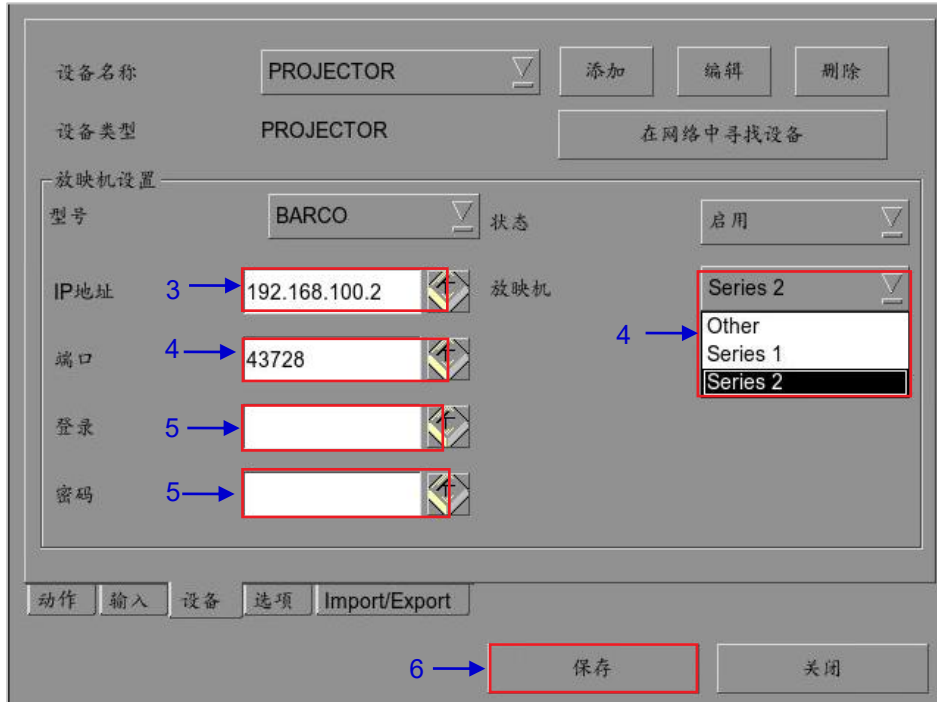

图 42 放映机设备的自动化设置
1. 点击[设备]上的[添加]按钮，输入设备名称。在本例中，名称为[放映机]。将设备类型设置为[放映机]（参见图 42）。
3. 输入放映机设备的 IP 地址（见图 42）。